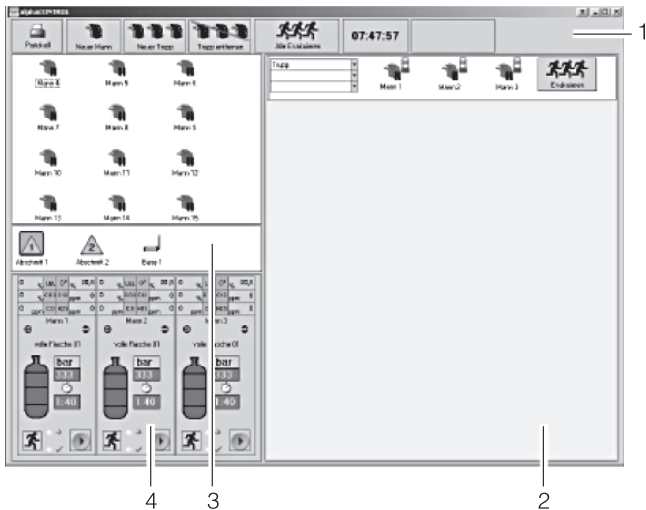

图 14 检测软件用户界面
- 气压, 剩余服务时间, 报警和菜单栏的详细显示 (见图14)
如果无线USB模块连接到alphaSOUT，在头盔边会有无线USB的标志显示（见图14）。